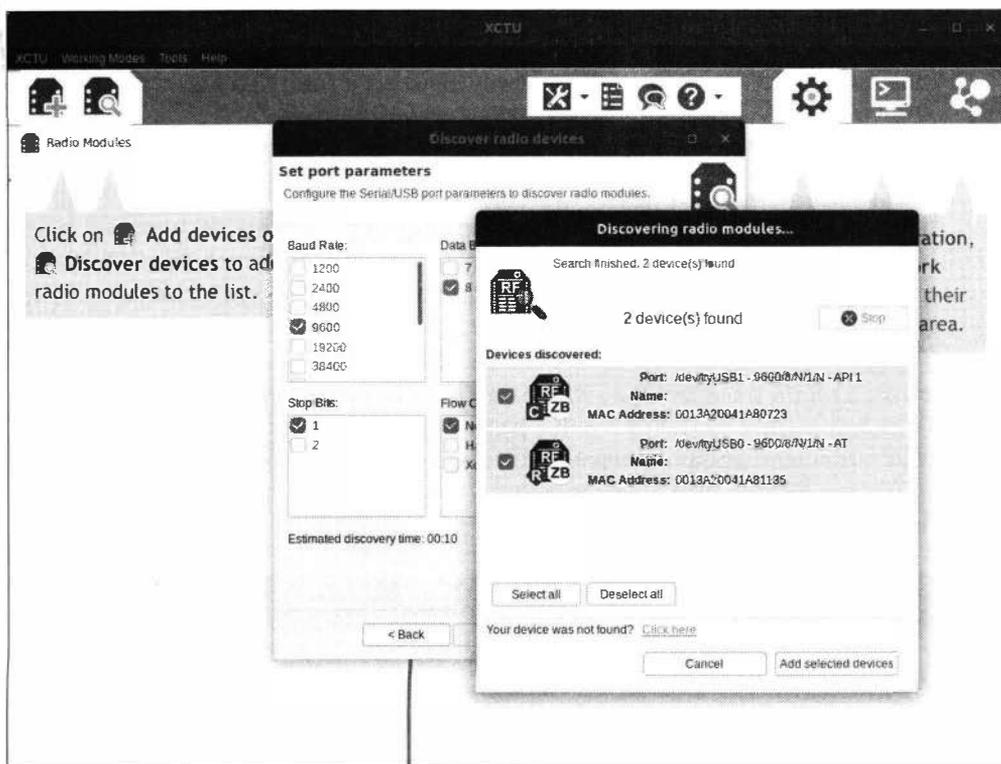

Рис. 14.3. Обнаружение программой XCTU радиомодулей XBee, подключенных к компьютеру
3. По завершении сканирования приложение XCTU отобразит список обнаруженных им радиомодулей XBee, и все они будут выбраны (отмечены галочками) по умолчанию (рис. 14.3). Оставьте галочку только у того радиомодуля, для которого нужно выполнить настройку, и уберите их со всех остальных обнаруженных радиомодулей, а затем нажмите кнопку **Add Selected Devices** (Добавить выбранные устройства).